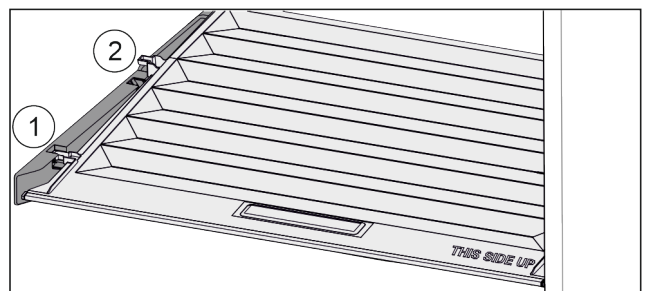

Fig. 97
- ▶ Húzza előre Fig. 97 (1) a fedelet a tartóelemek nyílásáig.
- ▶ Emelje meg hátul alulról, és felfelé vegye ki Fig. 97 (2).